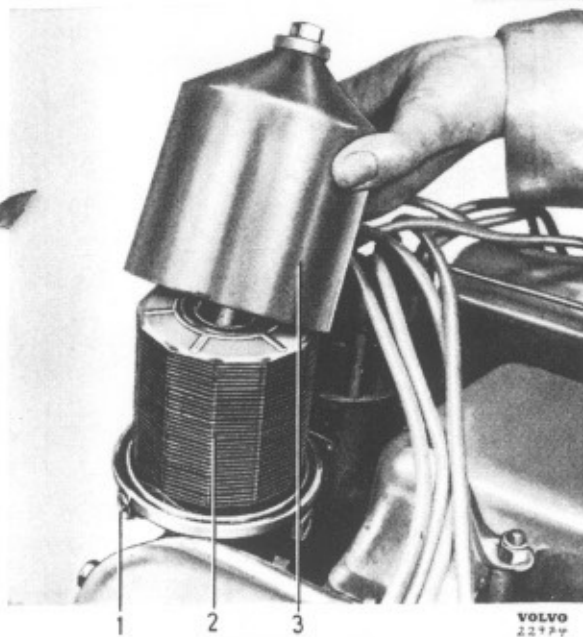

Bild 1-51. Byte av oljerensarinsats
1. Lossa dräneringsproppen vid hålet (1, bild 1-51) på renarens konsol. Anbringa t.ex. en tratt med slang vid hålet så att oljan fångas upp och leds till lämpligt kärl under vagnen. Lossa renarens centrumskruv varvid oljan rinner ut. Se till att motor och växellåda ej smutsas ned av uttrinnande olja, och tvätta rent efteråt om så trots allt skett.
2. Lyft upp hus och insats (2). Tvätta ren konsol och hus med kristallolja eller bensin.